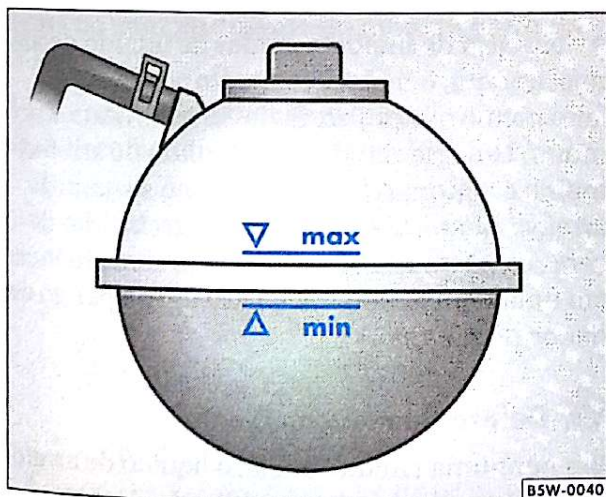

Fig. 110 Reservatório de expansão do líquido de arrefecimento
- Verifique, com o motor frio, o nível do líquido de arrefecimento, atentando para as marcas laterais “MAX” e “MIN” do reservatório de expansão do líquido de arrefecimento ⇒ Página 167, fig. 110
- Tenha o cuidado de encher o reservatório no máximo até a marca “MAX” ⇒ Página 167, fig. 110.
Não ultrapasse a marca ⇒ Página 167, fig. 110 “MAX” no reabastecimento. Caso contrário, o líquido de arrefecimento excedente é expulso do sistema de arrefecimento com o motor quente.